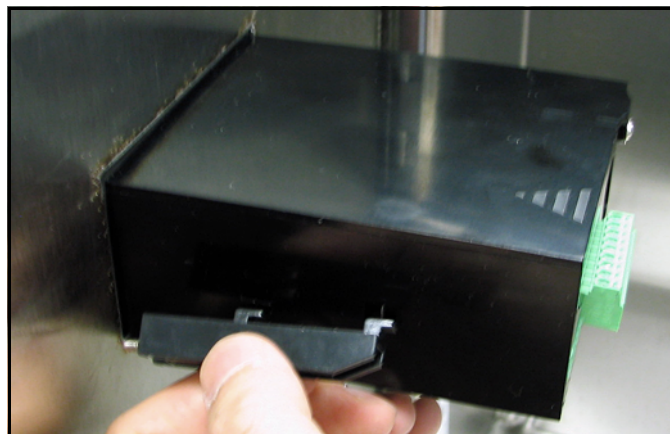

Figure 12: Installation des supports de fixation
4. À l'arrière du panneau, insérez les supports de fixation dans les orifices latéraux prévus à cet effet (voir *Figure 12* ci-dessous).